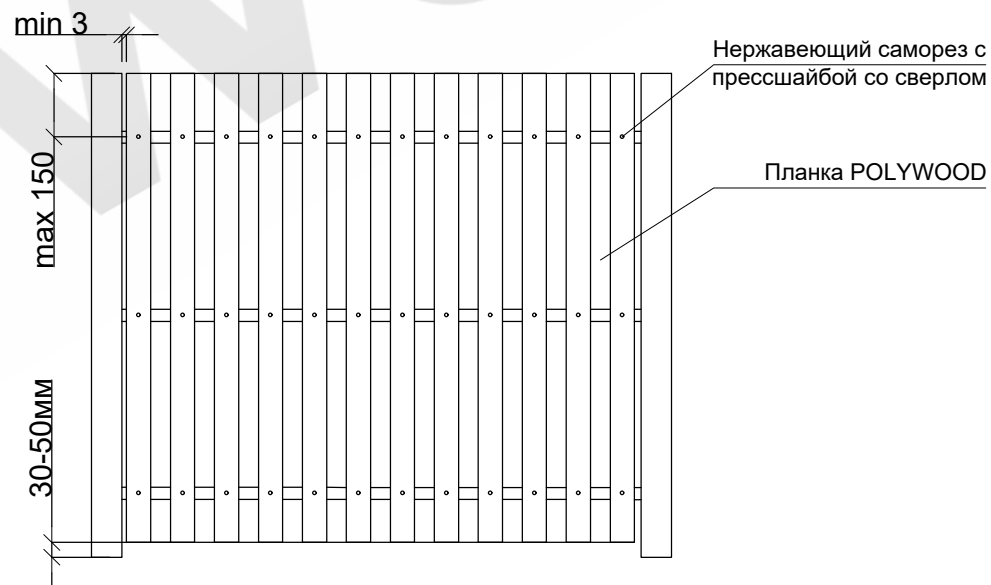

Рис. 10 Крепления заборной доски
- Для крепления досок используется только нержавеющие саморезы с прессшайбой со сверлом по металлу. Крепление осуществляется через заранее подготовленные отверстия в доске диаметром в два раза большим диаметра самореза. (Рис.10)
- При укладке зазор между досками минимум выставляется в соответствии с дизайнпроектом, расстояние между крайними досками и опорным столбом должно быть минимум 3мм. (Рис.10)
- Требуется оставлять зазор между низом забора и землей 30-50мм. (Рис.10)